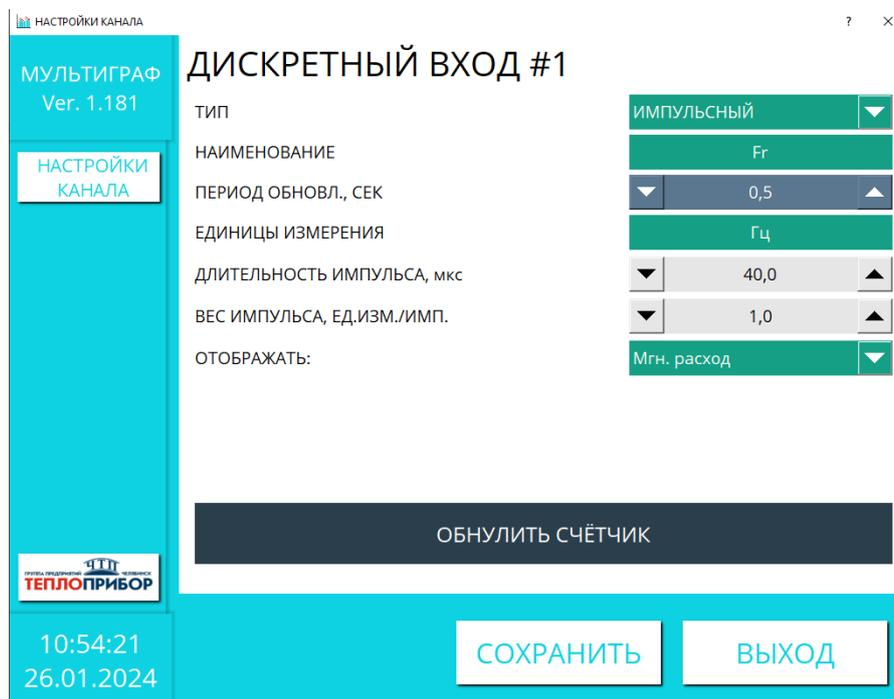

Рисунок 2.27 – Настройка канала в режиме работы «ИМПУЛЬСНЫЙ»
2.3.3.2.5 Тип «ИМПУЛЬСНЫЙ» (рис. 2.27).